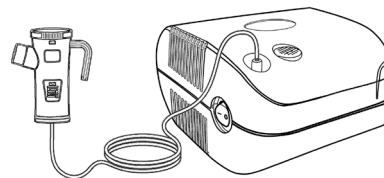

Рисунок 9.
- Присоедините трубку компрессорную к штуцеру подачи воздуха чашки ингалятора (Рисунок 9).